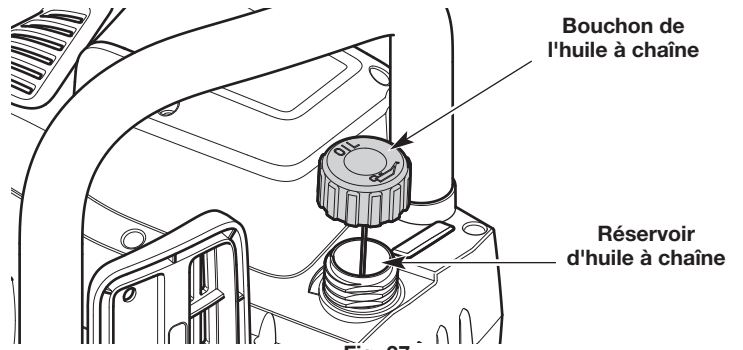

Fig. 37
1. Posez l'appareil sur une surface plane. Placez l'unité avec le bouchon d'huile à chaîne vers le haut (Fig. 37).
3. Dévissez le capuchon de l'huile à chaîne (Fig. 37).